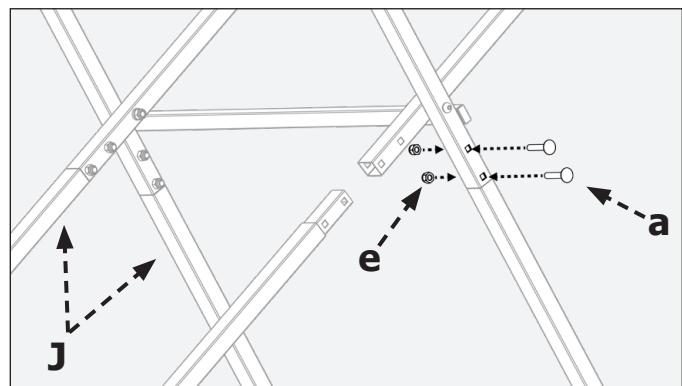

FIGURA 3
Con la base ensamblada abierta, sujeté las patas (J) a la base con los (8) pernos de cabeza redonda M8 x 35 mm (a) y (8) tuercas autobloqueantes M8 (e). Apriete las tuercas autobloqueantes para fijar las patas a la base (FIGURA 3).